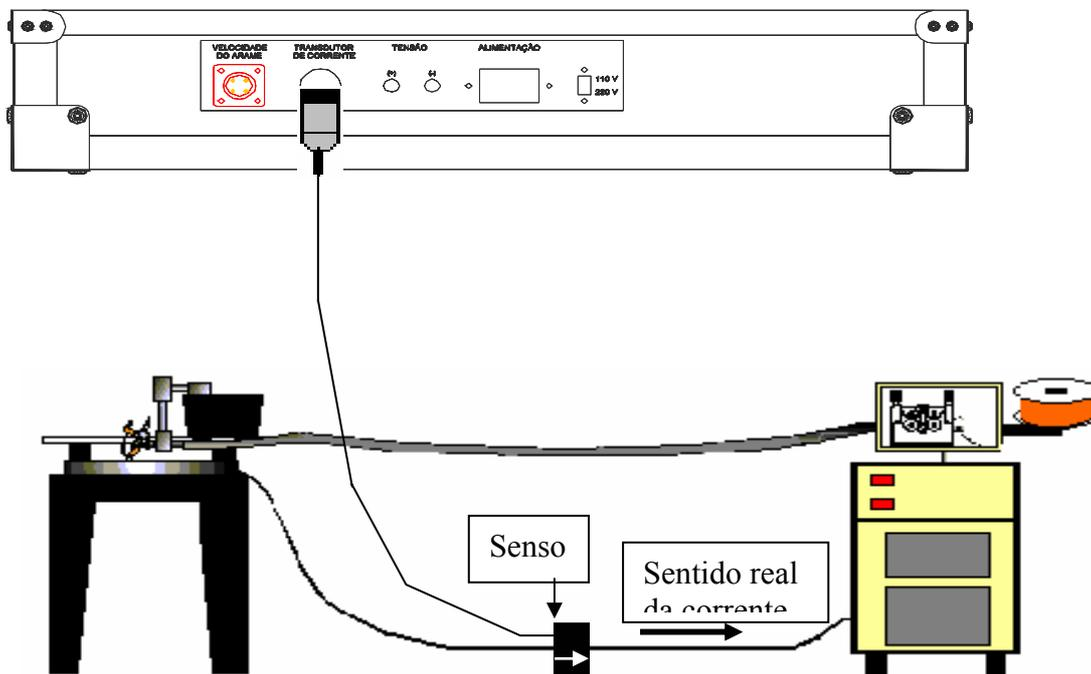

Fig. 5: Conexão para aquisição de corrente.
**3.3.2 - Conexão da corrente:** deve-se colocar o sensor Hall no cabo terra com a seta apontando para a fonte, conforme Fig. 5.